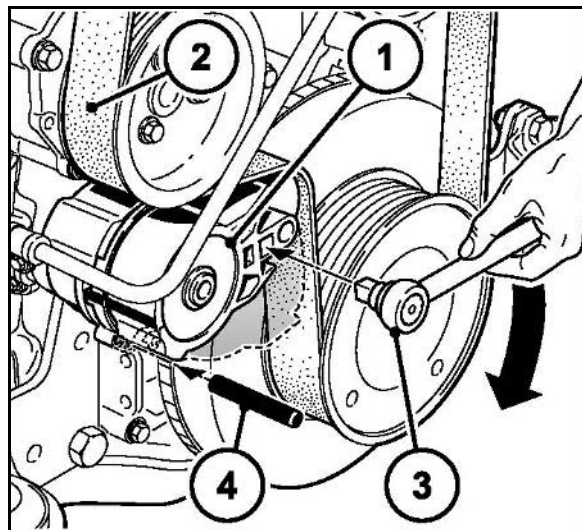

图 171
1. 用套筒扳手（图 171/3）将张紧辊（图 171/1）沿箭头方向按压，直至 $\varnothing 6\text{mm}$ 定位销（图 171/4）能够在安装孔中固定为止。
宽齿皮带（图 171/2）此时无张力。
2. 将宽齿皮带（图 171/2）首先从最小的辊子（即：张紧辊）上拉下。
4. 放上新的宽齿皮带（图 171/2）。
6. 借助张紧辊和套筒扳手（图 171/3）重新张紧宽齿皮带。检查是否宽齿皮带正确放入导轨中。